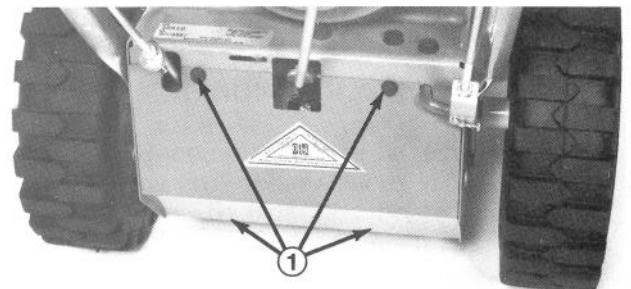

Abb. 35
1. Die vier Sechskantschrauben, mit denen der untere Schutz an den Rahmen montiert ist, entfernen. Den unteren Schutz abnehmen (Abb. 35).